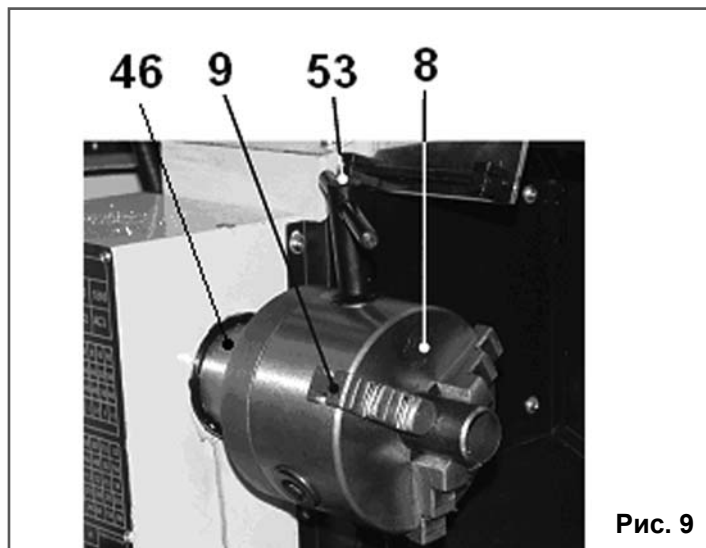

Рис. 9
10.1.1. Перед включением станка убедитесь в том, что переключатель (7) направления вращения шпинделя (46), Рис. 9, находится в нейтральном положении.
10.1.4. С помощью Т-образного ключа патрона (53) раздвиньте кулачки (9) трёхкулачкового самоцентрирующегося патрона (8), вставьте заготовку и с помощью Т-образного ключа патрона (53) зажмите заготовку в трёхкулачковом самоцентрирующемся патроне (8). Извлеките Т-образный ключ патрона (53) из гнезда трёхкулачкового самоцентрирующегося патрона (8), Рис. 9.
10.1.5. Для замены кулачков (9) вставьте Т-образный ключ (53) в трёхкулачковый самоцентрирующийся патрон (8), вращая Т-образный ключ (53) против часовой стрелки, полностью разожмите кулачки (9) трёхкулачкового самоцентрирующегося патрона (8). После этого кулачки (9) можно извлечь, соблюдая очередность и помечая мелом расположение каждого кулачка (9) на патроне (8). Для установки кулачков (9) сохраняйте последовательность в обратном порядке, соблюдая очередность кулачков (9), Рис. 9.